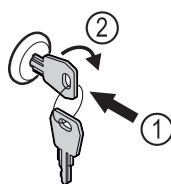

Fig. 153 Beispielhafte Darstellung
- Schlüssel hineindrücken Fig. 153 (1).
- Schlüssel um 90° im Uhrzeigersinn drehen Fig. 153 (2).